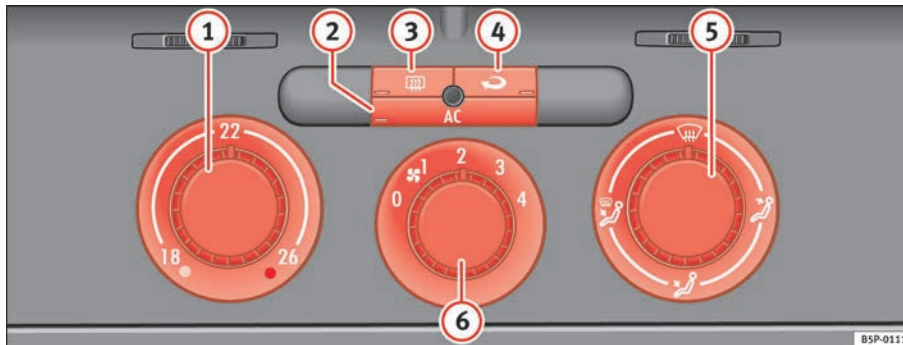

Abb. 128 In der Instrumententafel: Bedienelemente der Climatic
- Drehen Sie den Temperaturregler ⇒ Abb. 128 ① nach rechts bis zur gewünschten Heizleistung.